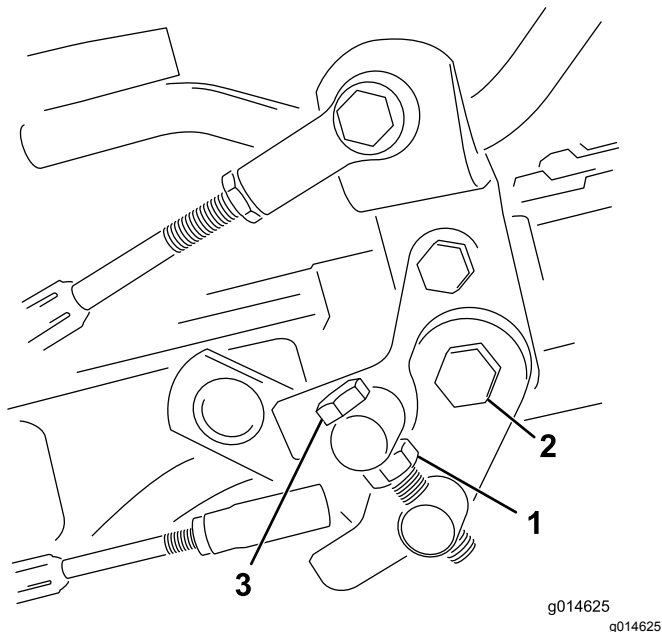

図 37
1. トラニオンボルトのジャムナットをゆるめる 図 37。
4. トラニオンボルトのジャムナット、およびペダルピボットのナットを締め付けて調整を固定する 図 37。調整を確認し、必要に応じて再調整する。